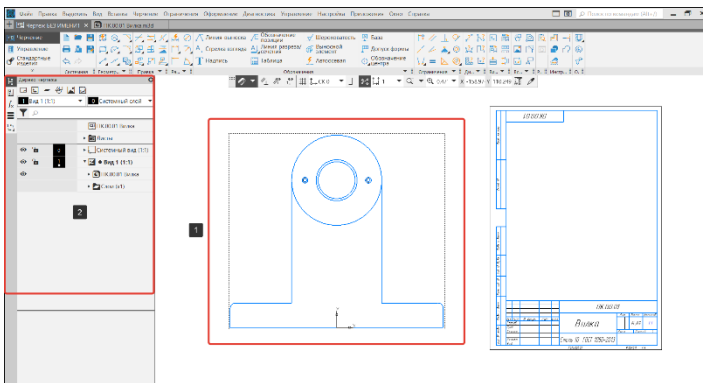

Рисунок 200 – Размещение фантома
- Разместим фантом за листом и кликнем на него (1). С левой стороны появится окно Дерево чертежа (2), в котором отобразится структура и объекты чертежа (Рисунок 200);